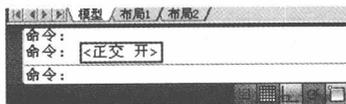

图1-6 开启正交模式
**步骤 06** 按【F8】键，在命令行中提示开启正交模式，如图1-6所示。